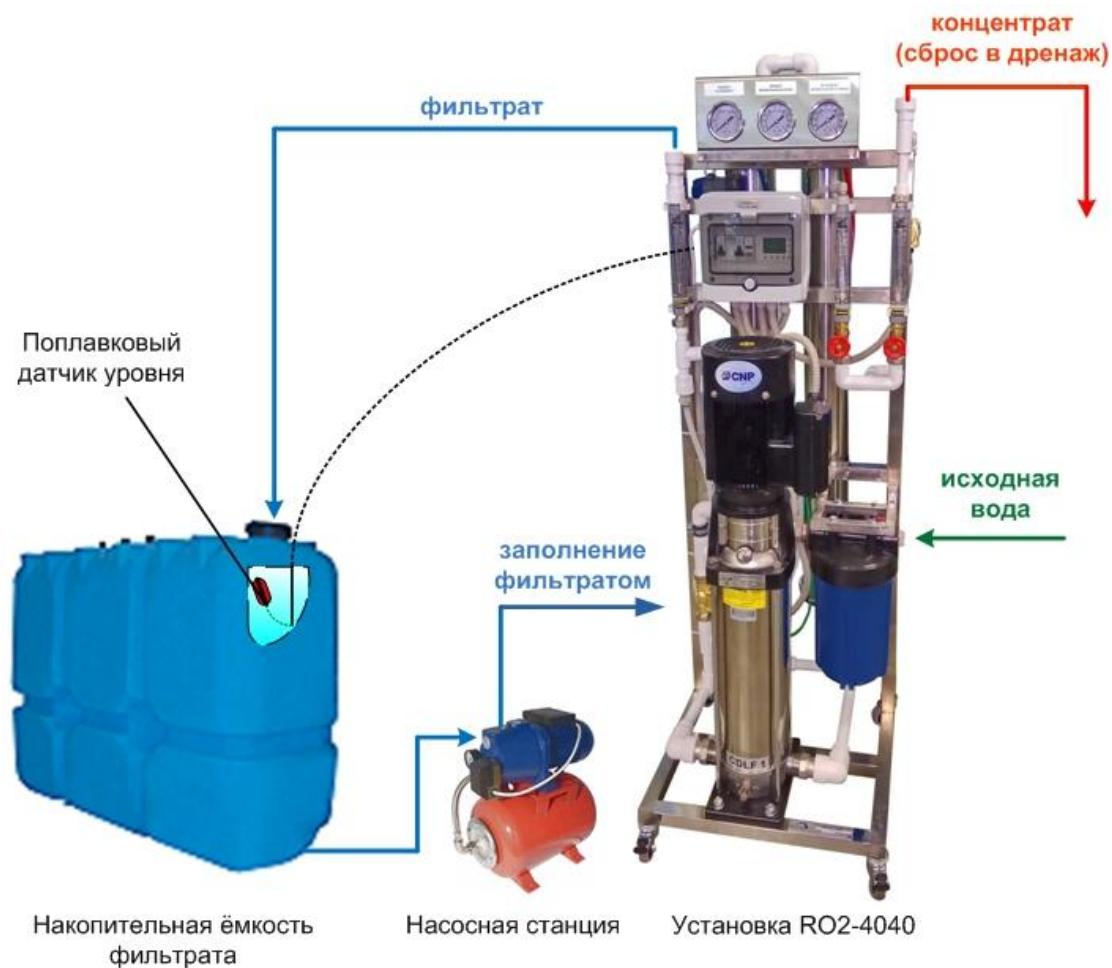

Рис. 4 Подключение трубопроводов к установке.
- 3.1.2. Подключить установку к магистрали исходной воды, выход фильтрата – к отводящей магистрали чистой воды, выход концентрата – к дренажной системе. К крану K1 подключить магистраль подачи фильтрата для заполнения при остановках (см. рис. 4). Рекомендуется на входе и выходе установки поставить отсекающие краны. Для нормальной работы установки потребитель должен обеспечить качество исходной воды не хуже указанного в табл.1.